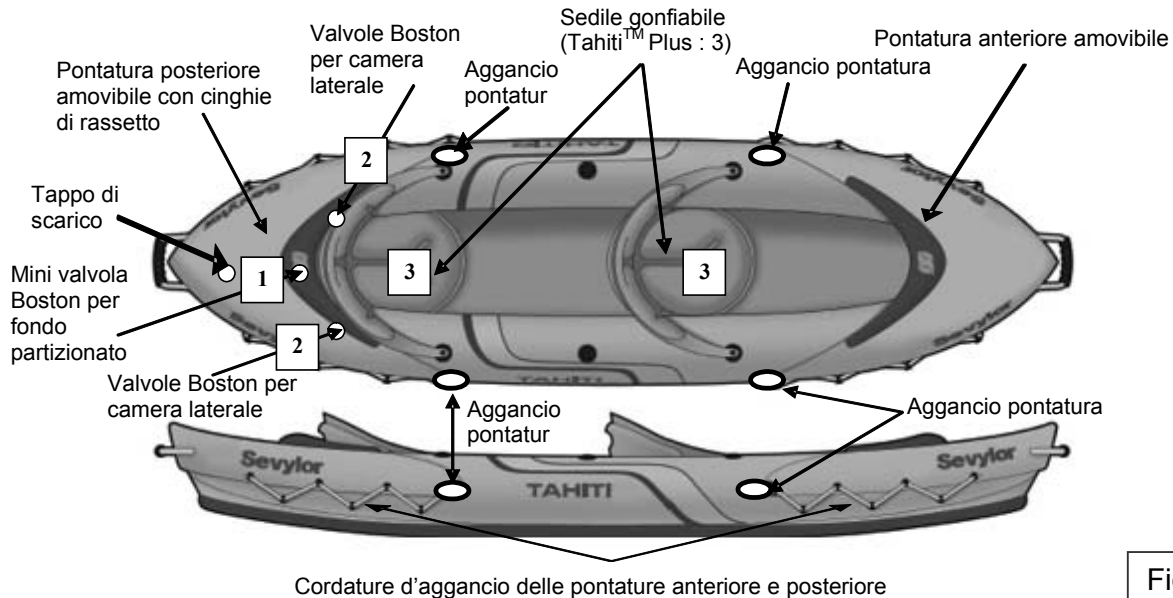

Figura 1
- a) Valvola(e) Boston (figura fronte) : sviti il cappuccio della valvola (1), avviti il corpo della valvola (2) nella base della valvola (3) ; abbia cura che il cappuccio resti accessibile. Inserisca l'estremità del gonfiatore nella valvola e gonfi fino a raggiungere il livello di pressione raccomandato (vedere punto 3). Dopo il gonfiaggio, chiuda bene tutte le valvole con il loro cappuccio (nel senso delle lancette d'un orologio). **N.B.** : una leggera fuga d'aria prima della chiusura è normale, solo il **cappuccio della valvole assicura la TENUTA STAGNA.**
- b) Valvola double lock™ & minivalvola double lock™ – vedere disegno a pagina 3: Aprire la valvola (A). Per iniziare a gonfiare, aprire il tappo esterno e tirare per estenderlo (B). Inserire il beccuccio della pompa nella valvola e accendere la pompa o iniziare a pompare (C) Per richiudere la valvola: Spingere con la pompa finché il beccuccio è schiacciato all'interno, così da sigillare il tappo interno (D). Rimuovere la pompa e chiudere il tappo esterno. La valvola dovrebbe apparire schiacciata all'interno (E).
3. Gonfi l'imbarcazione secondo l'ordine di gonfiaggio indicato sulla placca d'immatricolazione stampata sull'imbarcazione (vedere anche figura 1, la numerazione delle valvole).